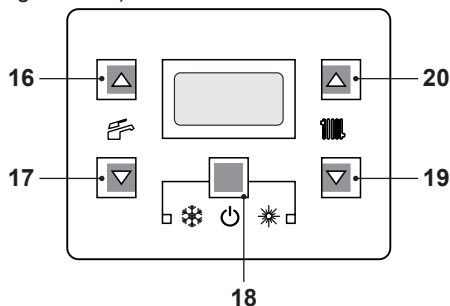
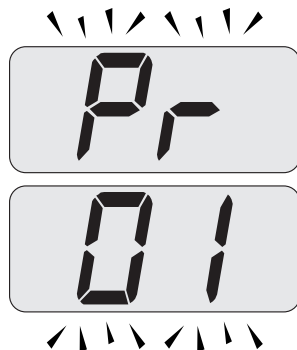

Figura 5.45
Figura 5.46
- Entrare in "modalità programmazione" premendo contemporaneamente per 10 secondi i tasti 18 - 19 - 20 (Figura 5.45) fino a far apparire sul display LCD le lettere **Pr** che si alternano con il codice **01**, indicanti l'entrata nel "parametro 01" (Figura 5.46).
- Premere contemporaneamente i tasti 18 e 20 (Figura 5.45) fino a far apparire sul display LCD il valore del parametro 15 (Figura 5.48).
- Premendo il tasto 18 (Figura 5.45) si ottiene la conferma del valore inserito.
- Premendo contemporaneamente i tasti 18 e 19 (Figura 5.45) si esce senza modificare il valore (ritorno alla lista parametri Figura 5.47)
- Premendo contemporaneamente per 10 secondi i tasti 18 - 19 - 20 (Figura 5.45)
Comunque se la temperatura ambiente non dovesse essere confortevole si può aumentare o diminuire la temperatura di mandata dell'impianto riscaldamento di $\pm 15^\circ\text{C}$ agendo sui tasti 19 (diminuzione) e 20 (aumento) (Figura 5.45).